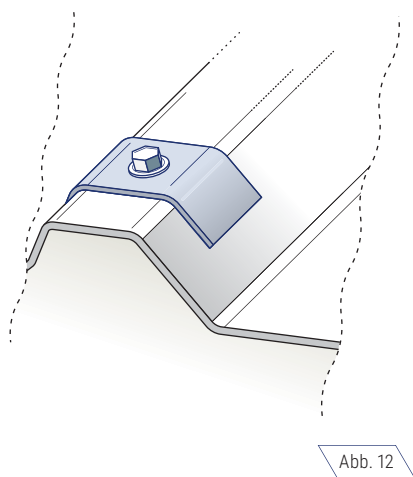

Abb. 12
- Für die Montage der Dachpaneele werden Kalotten empfohlen. Diese verteilen die Druckkräfte der Schrauben gleichmäßig auf eine größere Fläche und sorgen für die Wasserdichtigkeit der Verbindungen. (Abb. 12)